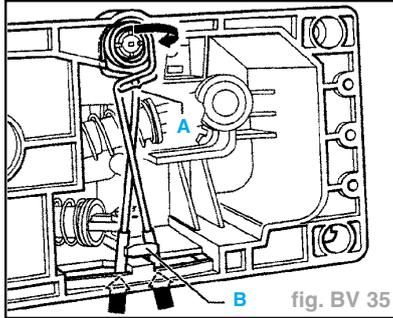

fig. BV 35
- le plus grand coude (A) se détourne du boîtier de commande des vitesses (fig. BV 35),